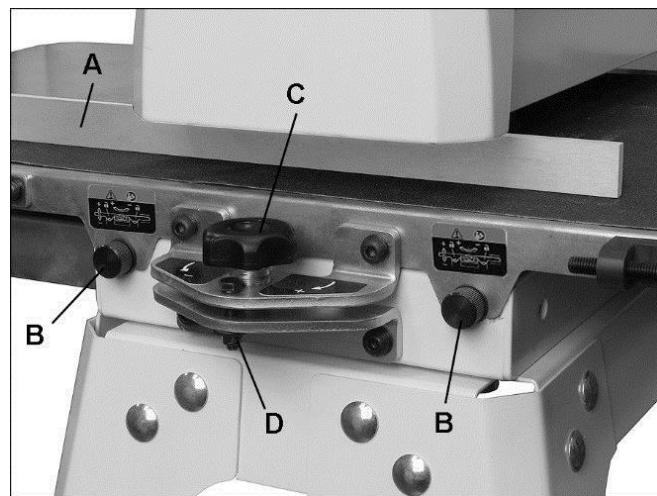

Рис. 8-3: выравнивание барабана.
3. Вставьте бруск (A, Рис. 8-3) между барабаном и настилом транспортера с внешней стороны барабана.
Ослабьте оба фиксатора стола перед настройкой выравнивания барабана (B, Рис. 8-3).
8. Поворачивайте ручку (C, Рис. 8-3), чтобы поднять или опустить внешний конец стола. Следуйте указателям направления, нанесенным на диск (+ для подъема, - для опускания).
9. Затяните фиксаторы стола (B).
3. Если в месте нахлеста шлифовальных проходов видна борозда, отрегулируйте стол с внешнего конца барабана, вращая регулировочную ручку (С, Рис. 8-3).
**ПРИМЕЧАНИЕ:** При обработке узкой заготовки (ширина менее 406 мм) выставьте транспортер в параллельное положение. Вращайте регулировочную ручку в противоположную сторону, пока она не коснется контргайки (D, Рис. 8-3). Контргайка осуществляет фиксацию стола в параллельном положении.